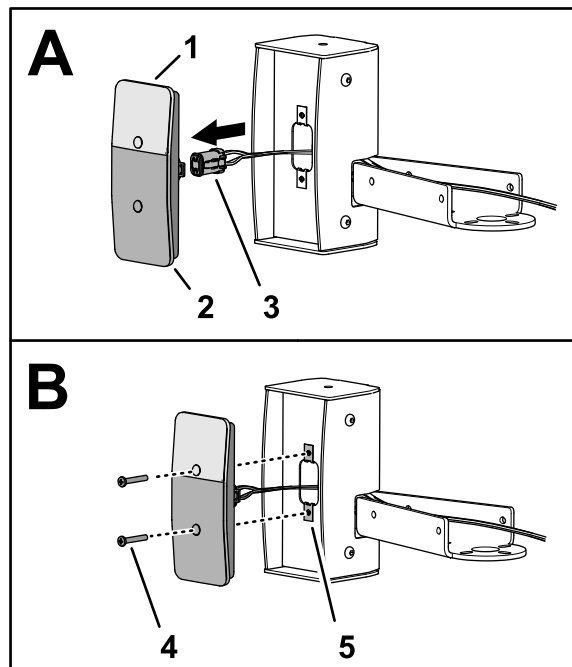

Figure 48
- Placez le feu arrière devant le boîtier, verre jaune en haut, comme montré à la Figure 48.
- Branchez le connecteur à 4 douilles du faisceau sur le connecteur à 4 broches du feu arrière (Figure 48).
- Montez le feu arrière dans le boîtier et fixez-le en place (Figure 48) à l'aide de 2 vis cruciforme (n° 10 x 1¼ po).
2. Insérez 2 boulons de carrosserie ($\frac{1}{4}$ x $1\frac{1}{4}$ po) dans les fentes du support adaptateur pivotant (Figure 48).
1. Sur le côté gauche du pare-chocs, retirez les 2 vis ($\frac{1}{2}$ x $1\frac{1}{4}$ po), les 2 rondelles ($\frac{1}{2}$ po) et les 2 contre-écrous à embase ($\frac{1}{2}$ po) qui fixent le pare-chocs sur le longeron gauche du cadre (Figure 48).